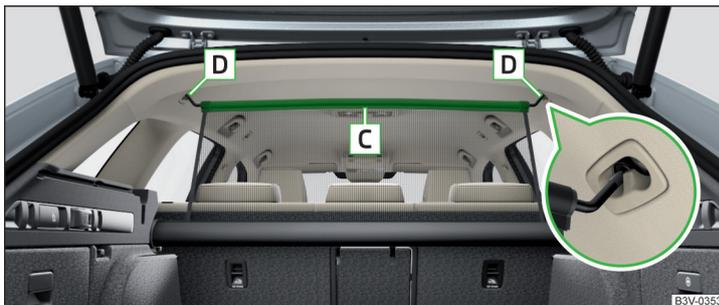

Abb. 157 Korrekt gesicherte Netztrennwand hinter den Rücksitzen im herausgezogenen Zustand
› Die Netztrennwand an der Querstange **C** herausziehen, in eine der Aufnahmen **D** einsetzen und nach vorn drücken » **Abb. 157**.
- › Die Querstange erst auf der einen, dann auf der anderen Seite etwas nach hinten ziehen und aus den Aufnahmen **D** nehmen » Abb. 157.